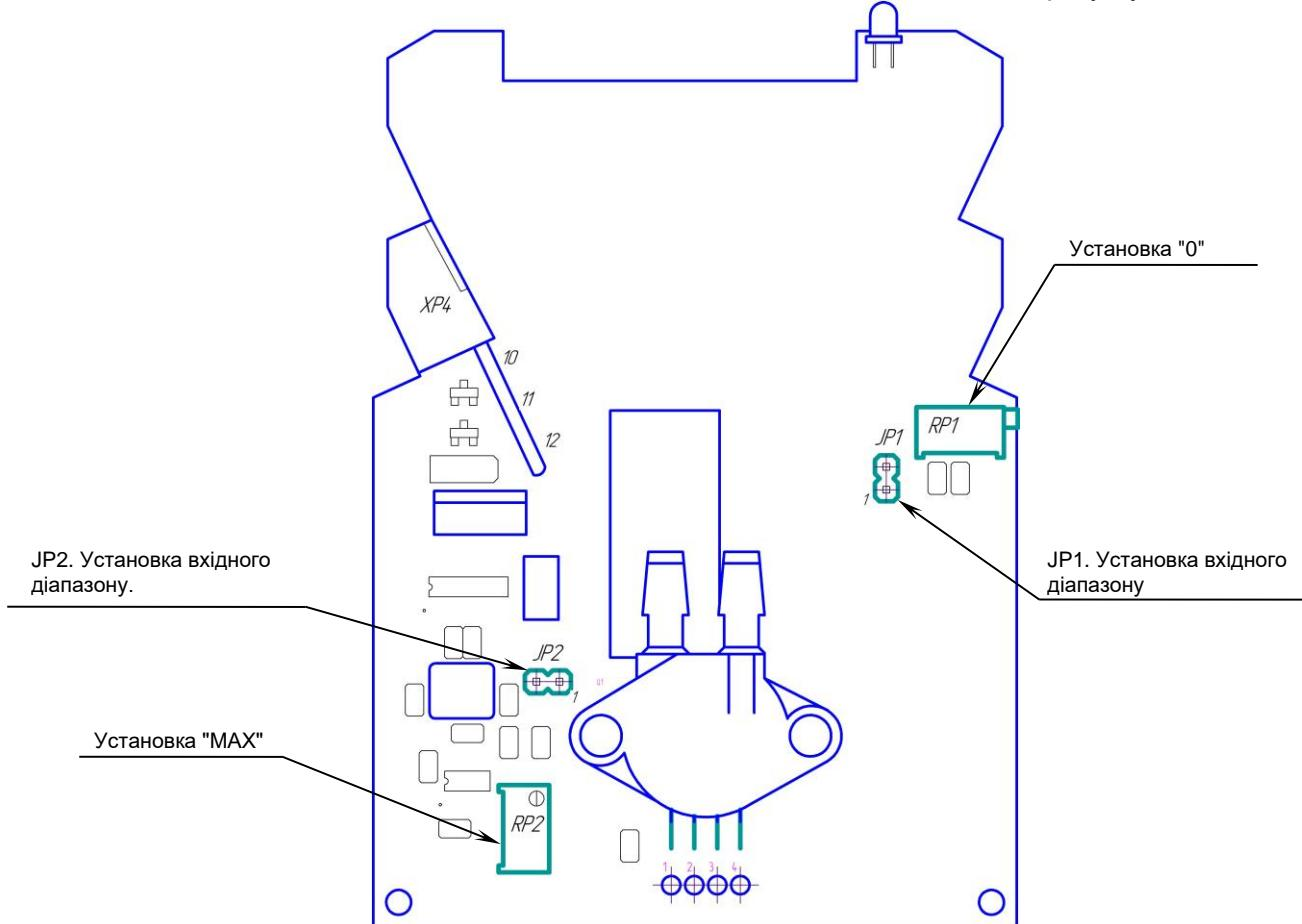

Рисунок 9.1 – Схема розташування блоків перемичок вибору вхідного сигналу ПЕП-420
9.4 Для переналагодження перетворювача на інші вхідні сигнали використовуйте рисунок 9.1 та таблицю 9.1.